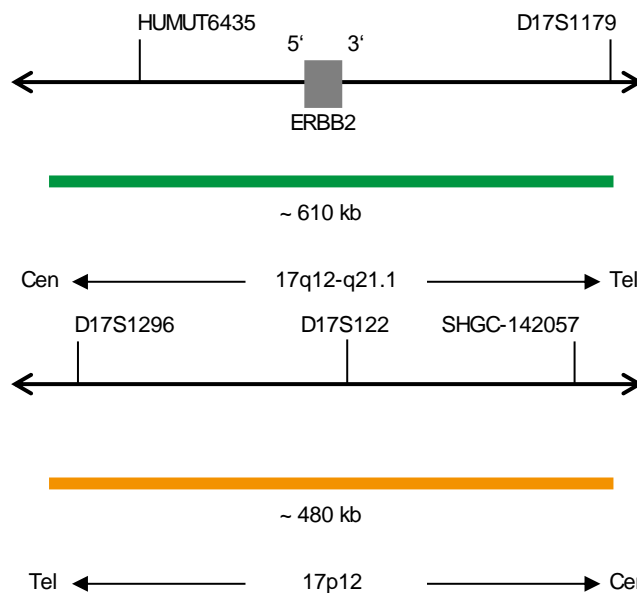

Fig. 1: Cima: SPEC ERBB2 Mapa da sonda; Baixo: SPEC D17S122 Mapa da sonda (sem escala)
- Polinucleótidos (~10 ng/μl) com marcação ZyGreen (excitação 503 nm/emissão 528 nm), dirigidos ao mapeamento de sequências alvo em 17q12-q21.1\* (chr17:37,572,531-38,181,308) contendo o gene ERBB2 (ver Fig. 1).